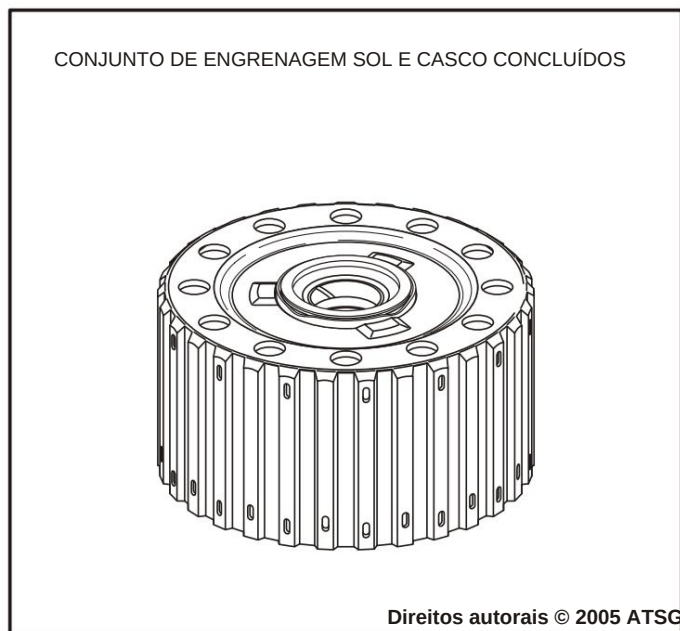

Figura 104
2. Deixe o conjunto completo da engrenagem solar e da carcaça de lado para o processo de montagem final, conforme mostrado na Figura 104.